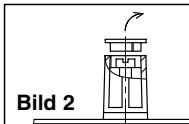

Bild 2
2. Abdeckung am Einstellknopf oben, heraushebeln. (siehe Bild 2)